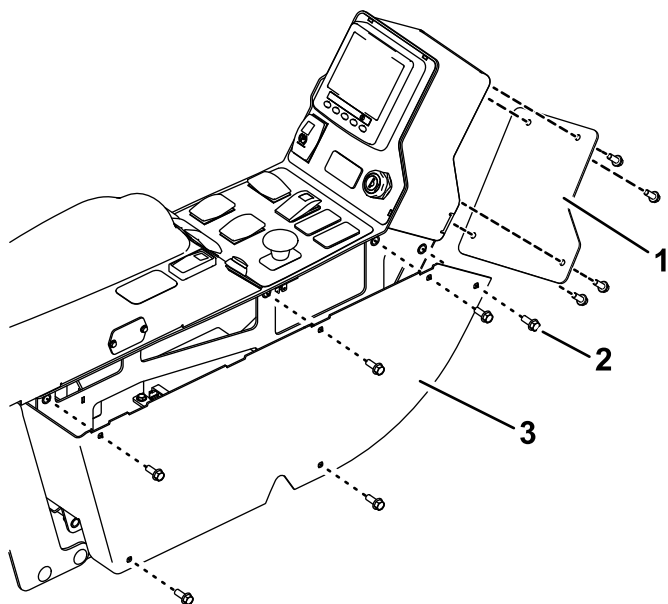

Рисунок 3
1. Выверните 6 болтов из боковой панели и снимите боковую панель с пульта (Рисунок 3).
2. Выверните 4 болта из задней панели и снимите заднюю панель с пульта (Рисунок 3).
3. С помощью ранее снятых болтов прикрепите заднюю и боковую панели к пульта (Рисунок 3).